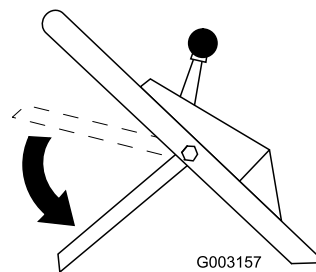

Figura 17
8. Mueva la barra de control a su posición más baja (Figura 17).